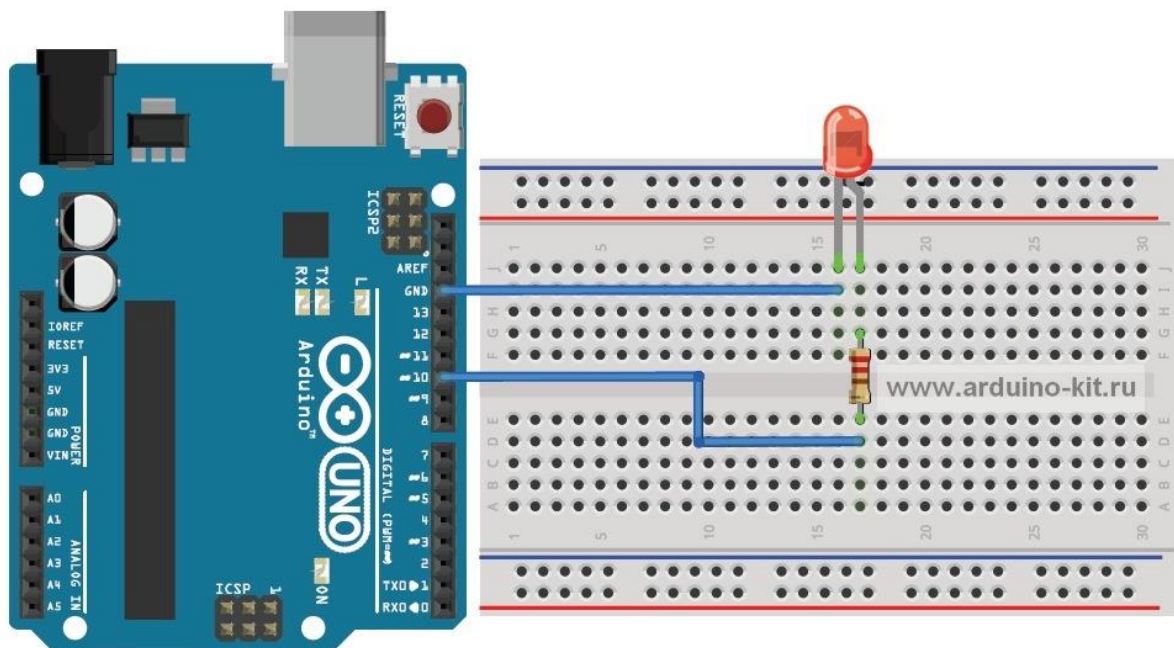

Рис. 1.1. Схема подключения светодиода
Светодиод – это полупроводниковый прибор, преобразующий электрический ток непосредственно в световое излучение. По-английски светодиод называется light emitting diode, или LED. Цветовые характеристики светодиодов зависят от химического состава использованного в нем полупроводника. Светодиод излучает в узкой части спектра, его цвет чист, что особенно ценят дизайнеры. Светодиод механически прочен и исключительно надежен, его срок службы может достигать 100 тысяч часов, что почти в 100 раз больше, чем у лампочки накаливания, и в 5–10 раз больше, чем у люминесцентной лампы. Наконец, светодиод – низковольтный электроприбор, а стало быть, безопасный. Светодиоды поляризованы, имеет значение, в каком направлении подключать их. Положительный вывод светодиода (более длинный) называется анодом, отрицательный – катодом. Как и все диоды, светодиоды позволяют току течь только в одном направлении – от анода к катоду. Поскольку ток протекает от положительного к отрицательному, анод светодиода должен быть подключен к цифровому сигналу 5 В, а катод должен быть подключен к земле. Мы будем подключать светодиод к цифровому контакту D10 Arduino последовательно с резистором. Светодиоды должны быть всегда соединены последовательно с резистором, который выступает в качестве ограничителя тока. Чем больше значение резистора, тем больше он ограничивает ток. В этом эксперименте мы используем резистор номиналом 220 Ом. Схема подключения приведена на рис. 1.1. Как подобрать ограничительный резистор и как будет влиять номинал резистора на яркость светодиода, мы рассмотрим в эксперименте 3.
1. Длинную ножку светодиода (анод) подключаем к цифровому выводу D10 Arduino, другую (катод) – через резистор 220 Ом к выводу GND (см. рис. 1.1).